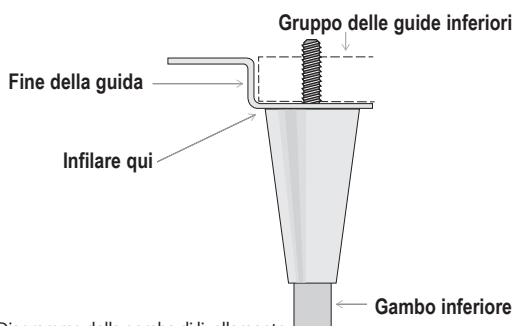

Fig. 4. Diagramma della gamba di livellamento
Se **si utilizzeranno** i piedi o le rotelle di livellamento, ruotare l'elettrodomestico sulla base (si veda fig. 4) e vedere le istruzioni per il montaggio a pagina 12.
3. Avvitare le gambe di livellamento nella guida a cornice o nel fondo dell'elettrodomestico. Vedere figure 4 e 5.
5. Se l'elettrodomestico non è livellato, sollevare gentilmente e supportare la base dell'elettrodomestico. Quindi, con una chiave inglese aggiustabile, avvitare i perni inferiori delle gambe di livellamento verso l'interno o verso l'esterno per mettere a livello e sostenere l'elettrodomestico. Vedere le figure 4 e 6.